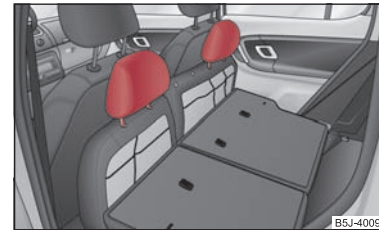

Abb. 54 Rücksitze: Kopfstützen in den Sitzflächen
- Die Kopfstützen können in die entsprechenden Öffnungen der vorgeklappten Sitzflächen eingesteckt werden ⇒ **Abb. 54**.